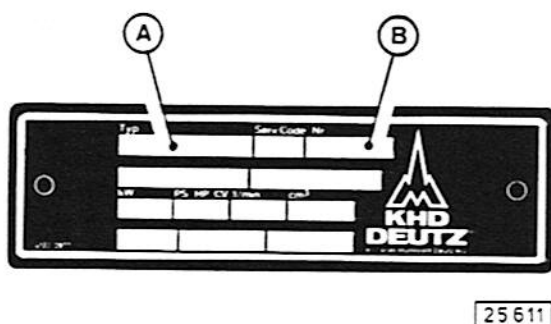

Fig. 1
El tipo de construcción (A) y el número de motor (B) podrán desprenderse de la placa de fábrica (Fig. 1). Esta placa queda fijada al bloque motor. (Fig. 2) El número de motor está troquelado además en el bloque motor. (Fig. 3)